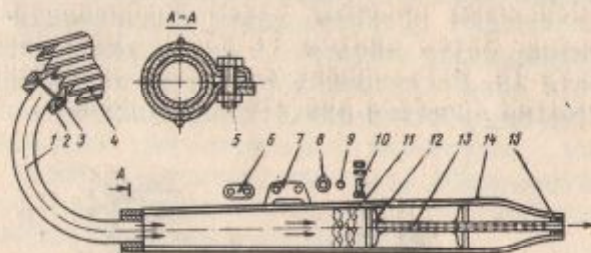

Рис. 6. Система выпуска:
5.2.4. Система выпуска (рис. 6)